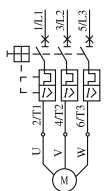
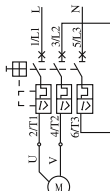

Fig.4 Diagrama do princípio de funcionamento do disjuntor motor
Fig.5 Diagrama prático de conexão do motor monofásico ou DC
6.3.3 Os motores de diferentes funções de proteção possuem diferentes formas de fiação, cujo princípio de funcionamento é mostrado na Fig. 4. O diagrama de conexão prática do motor monofásico ou de corrente contínua é mostrado na Fig. 5.